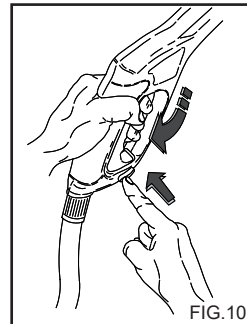

FIG.10
- Lukitse laitteen varressa oleva turvalaite silloin, kun laitetta ei käytetä. (fig. 10).